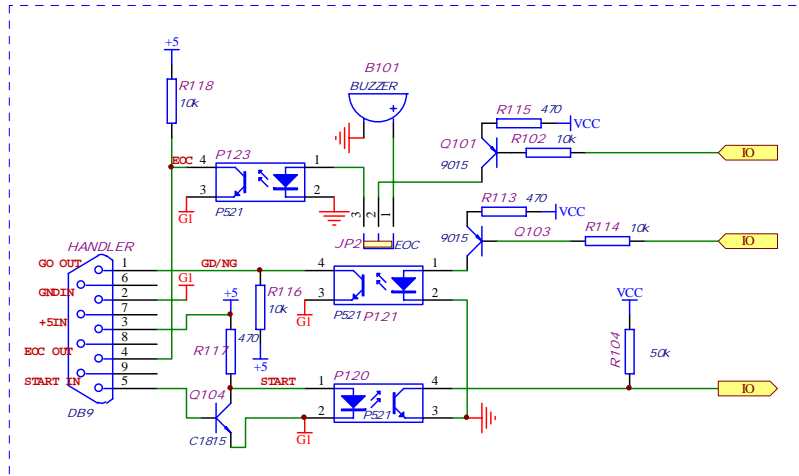

图 3-13 处理器 (HANDLER) 的接线图 (注: 上述电阻值为参考值)
- 图 3-13 给出该接口的机器内部原理图，用户不需要增加任何器件即可联机。